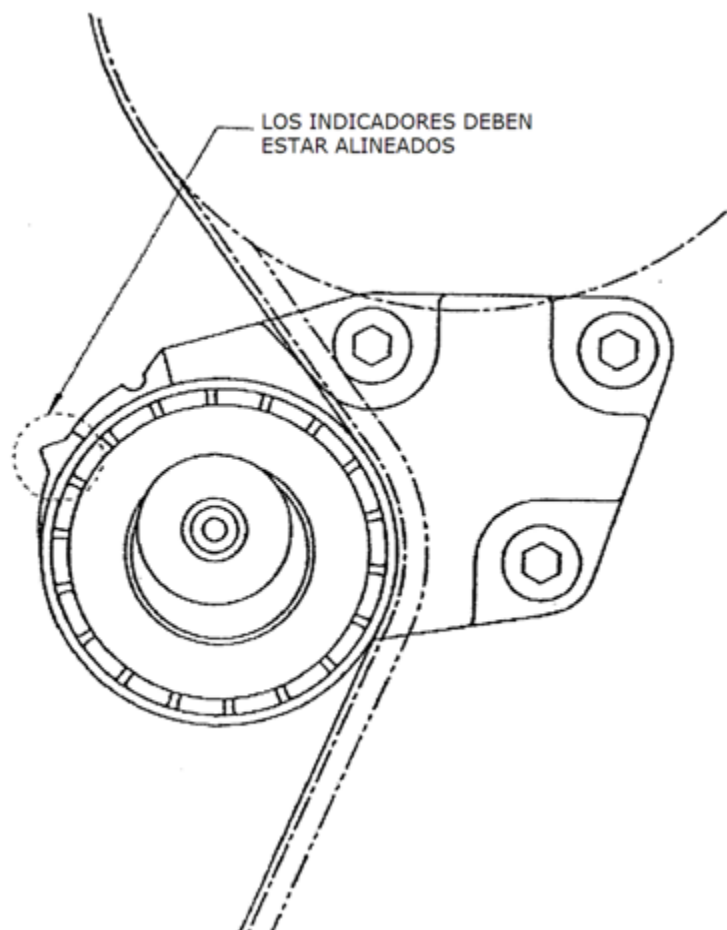

Figura 7: Verificación de la alineación del Indicador móvil con el Indicador fijo del tensor
- Si el Indicador Móvil se alinea con el Indicador fijo, la instalación está completa (Ver Figura 7).